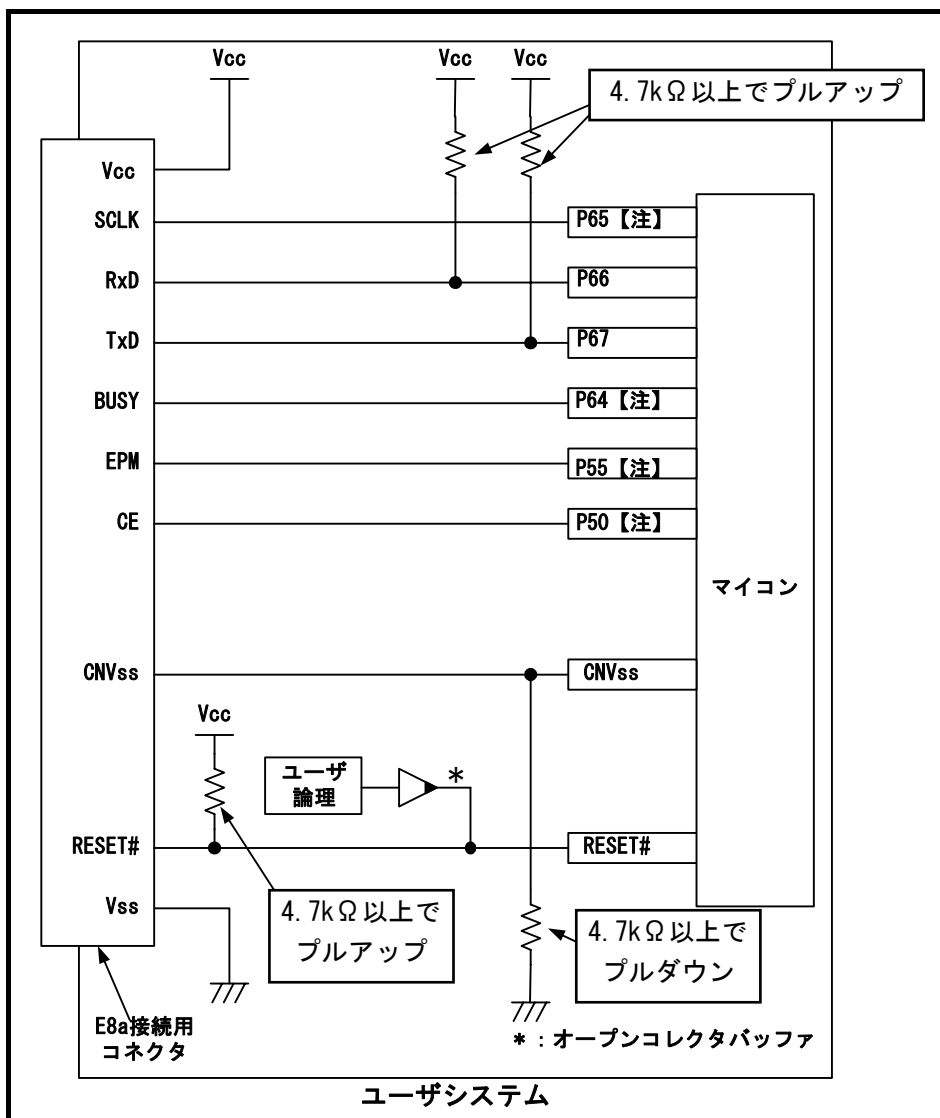

図 4.1 E8aの接続例(単一電源かつシングルチップモードの場合、R32C/160, R32C/161以外)
- 単一電源かつシングルチップモードの場合 : 図 4.1参照